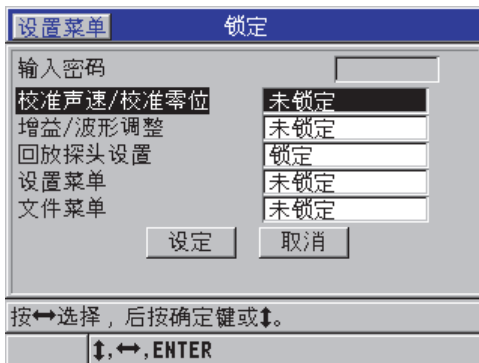

图 7-10 锁定屏幕
2. 在**锁定**屏幕中（参见第 139 页的图 7-10）：